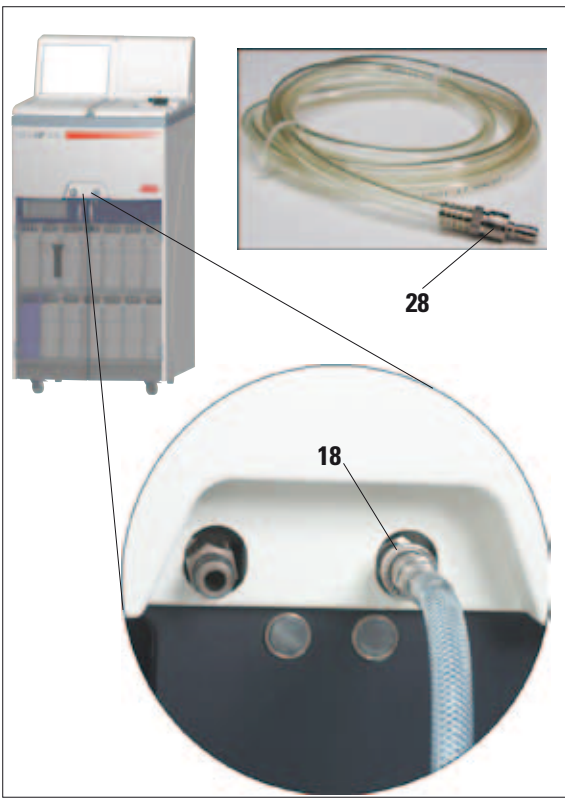

图 6
- 将提供的外接填充 / 排液软管连接到仪器前面的外接排液接头 (参见图 6)。
当将软管插入到填充 / 排液接头 (图 6 中的项目 18) 时，软管的连接装置 (28) 必须咔哒一声锁定。